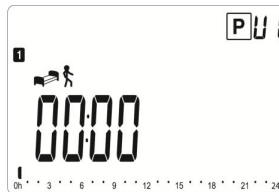

Fig. 21
- 4) druk op de toets (OK) voor minstens 1 seconde;
- 5) druk op (OK) om de keuze te bevestigen; nu verschijnt de pagina afgebeeld in Fig. 21.